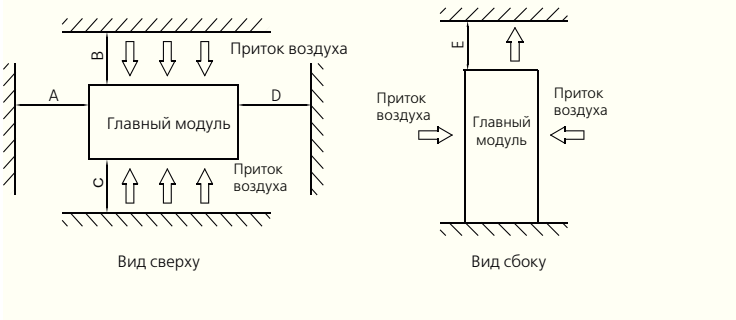

Рис. 3-5
- Чтобы избежать формирования обратного потока воздуха в конденсаторе и сбоев в работе чиллера, параллельное размещение нескольких модулей можно выполнять в направлении A и D (см. рис. 3-5). Расстояние между модулем и препятствиями приведены в табл. 3-1. Расстояние между соседними модулями должно быть не менее 300 мм. Монтаж можно также выполнять в направлении B и C (см. рис. 3-5). Расстояния между модулем и препятствиями приведены в табл. 3-1. Расстояния между соседними модулями должно быть не менее 600 мм. Кроме того, возможен монтаж одновременно в направлениях A и D, B и C. Расстояния между модулем и препятствиями приведены в табл. 3-1. Расстояния между соседними модулями в направлении A и D должно быть не менее 300 мм, расстояние между соседними модулями в направлении B и C должно быть не менее 600 мм.